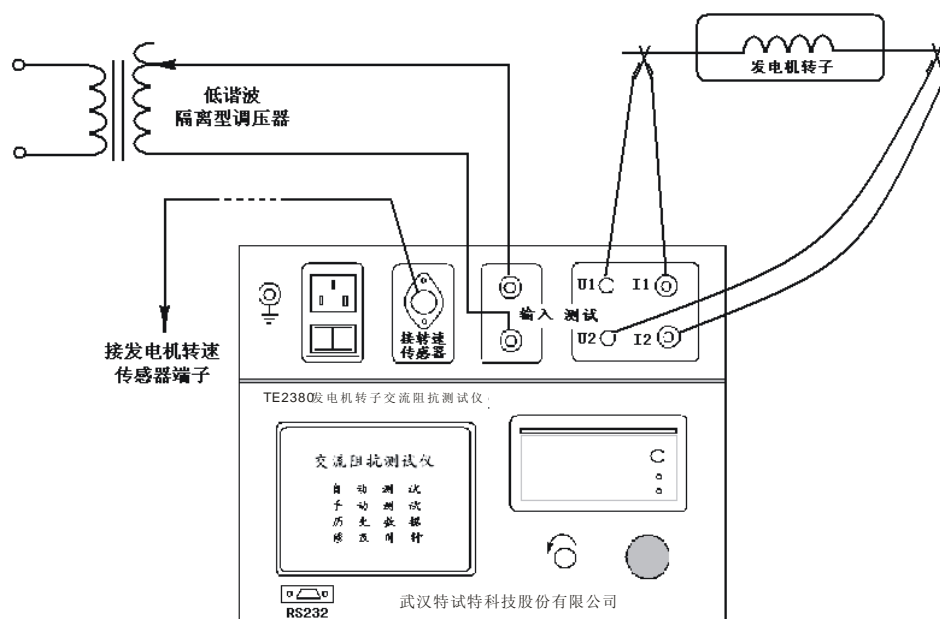

图 2. 交流阻抗试验小容量接线方式
A：当试验容量较小时，调压装置可只用超低谐波隔离调压器，按图 2 的方式进行接线：
- 1、按图 2 或图 3 接线。